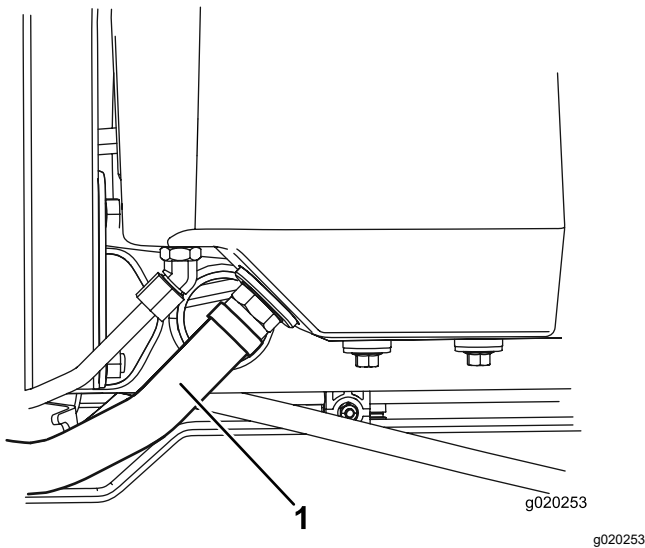

Figura 78
2. Desconecte la manguera hidráulica grande (Figura 78) del depósito y deje fluir el aceite hidráulico en un recipiente apropiado.